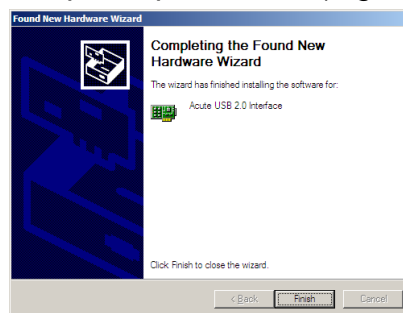

Figure 4
5. Нажмите “Finish” (Figure 4) когда драйвер будет установлен.